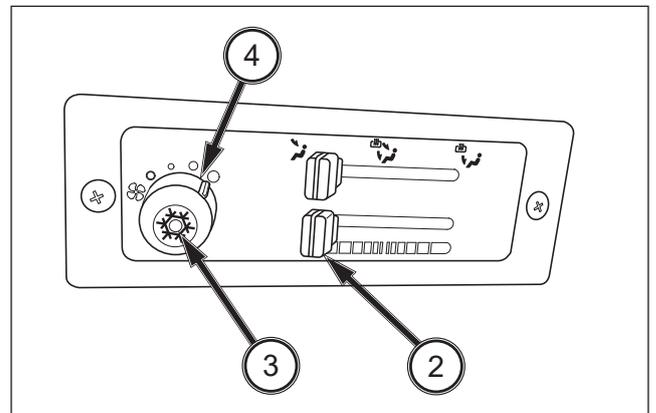

FIG. 145
FIG. 145: Ajuste la palanca de ajuste de temperatura (2) en la posición de más frío. Para encender el aire acondicionado, pulse el botón del aire acondicionado (3).